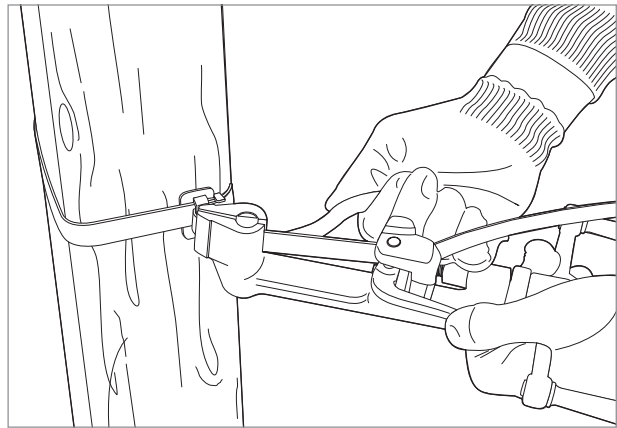

рис. 8
- После натяжения ленты разверните инструмент в сторону скрепы и при помощи встроенного ножа отрежьте оставшийся кусок ленты (рис. 8).